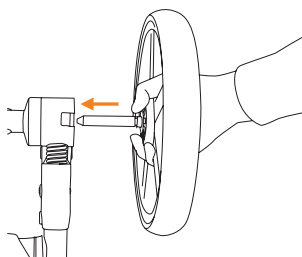

Рисунок 6
1. (См. рисунок 6) Вставьте заднее колесо в отверстие рамы до щелчка. Колесо зафиксировано. Установите другое заднее колесо таким же образом.